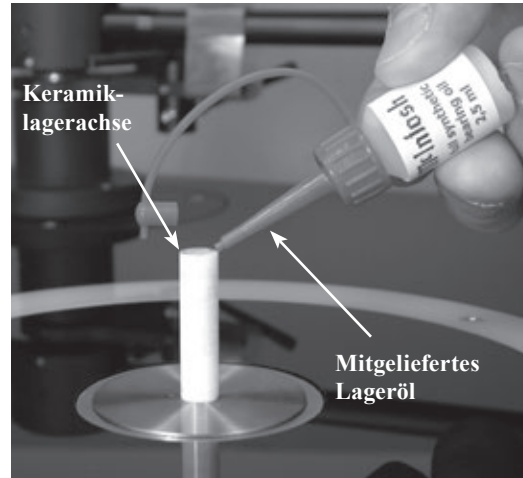

Abbildung 2
2. Bringen Sie zwei kleine Tropfen Lageröl an der Oberseite der vertikalen Keramiklagerachse Siehe Abbildung 2.